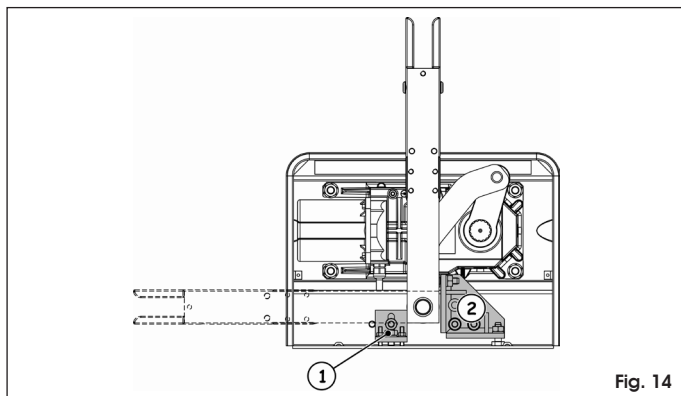

Fig. 14
il est possible, pour les systèmes à ouverture à 110° et 140°, d'appliquer à l'intérieur du caisson portant les butées mécaniques (en option) en ouverture (Fig. 14 réf. ①) et en fermeture (Fig. 14 réf. ②). Pour la fixation, se référer aux instructions y afférent.